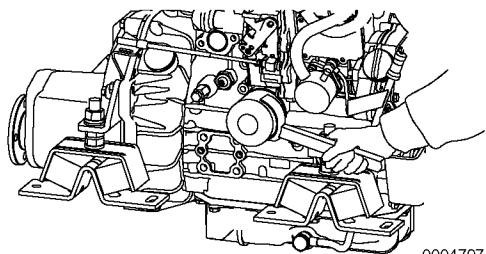

Figura 2
2. Gire el filtro de aceite del motor **Figura 2** en sentido contrario al de las manecillas del reloj con una llave inglesa.